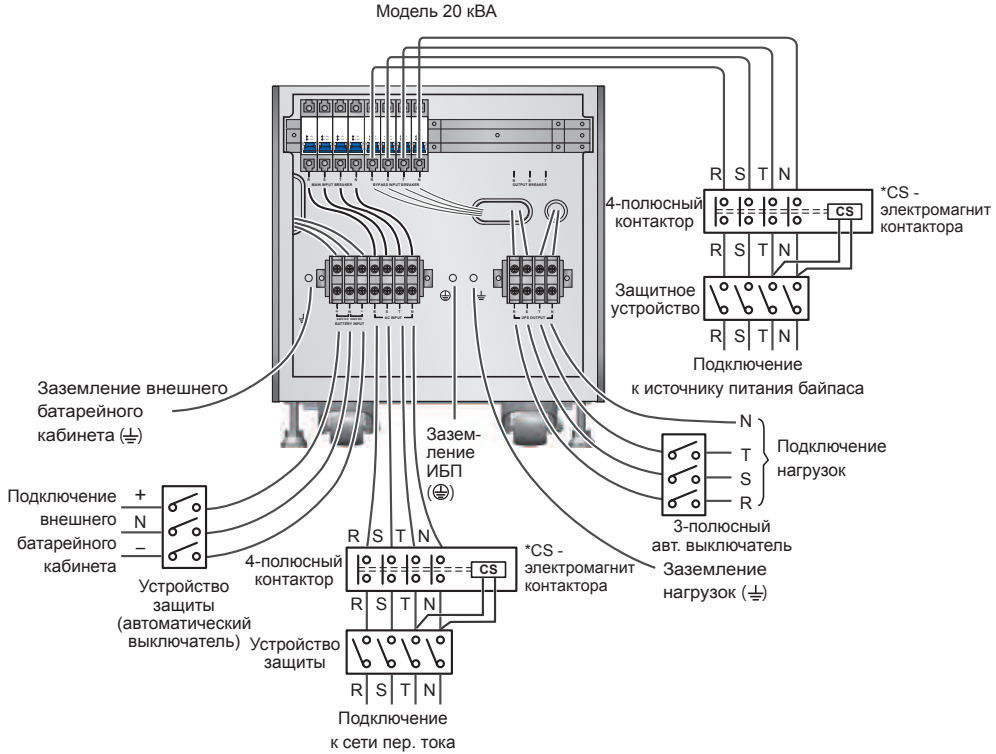

Рис. 6-11. Схема подключения I одиночного ИБП 20 кВА в конфигурации с двумя входами)
- 3 Подключите кабели электросети, нагрузок и внешнего батарейного кабинета к блоку зажимов (см. **рис. 6-11~6-14, 6-16**).